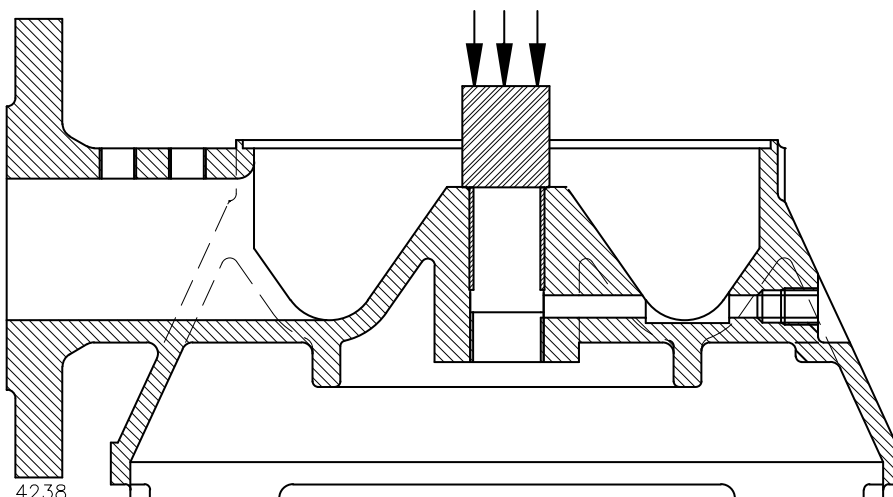

Рисунок 7: Монтаж подшипника скольжения.
- 1 Нанесите небольшое количество жидкого фиксирующего средства Loctite 641 в гнездо подшипника и запрессуйте подшипник скольжения (0140) во впускной корпус (0020) при помощи монтажной втулки, см. рисунок 7.